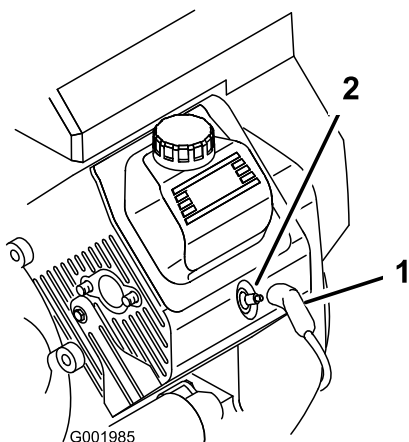

Figura 29
3. Desconecte los cables de las bujías (Figura 29).
3. Conecte los cables a las bujías (Figura 29).